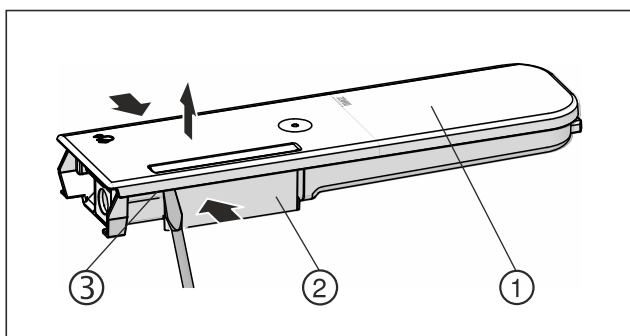

Fig. 135
- ▶ Stlačte zásobník na vodu Fig. 135 (2) a veko Fig. 135 (1) opatrne vypáčajte a vytiahnite nahor cez západkové výstupky Fig. 135 (3).
- ▶ Vekom Fig. 135 (1) zľahka pohybujte sem a tam a odoberte ho smerom nahor.